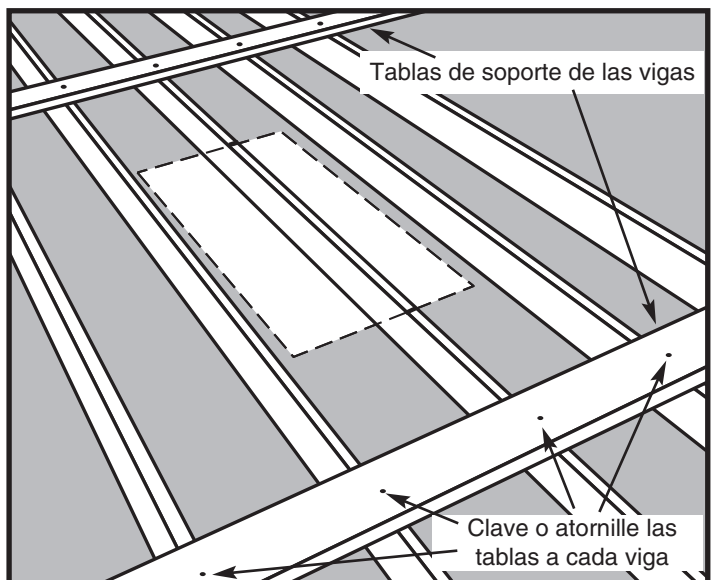

Figura 9
**Paso 2.** Corte dos (2) tablas del tamaño de las vigas, y de longitud suficiente para atravesar dos (2) vigas a cada lado de la ubicación elegida (vea la Figura 9). Estas tablas sostendrán las vigas que se cortarán, ayudarán a que el cielorraso no se hunda se desplome por completo cuando usted esté trabajando en el espacio superior.
**Paso 3.** Coloque estas tablas aproximadamente a 60.9 cm (24") del borde de la ubicación elegida, y clávelas (vea la Figura 9).